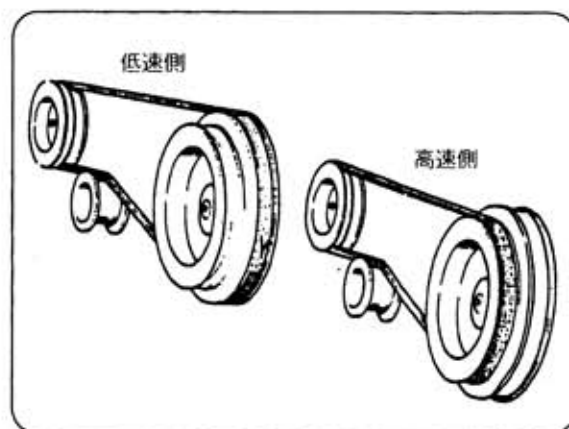

図16
3) 変速のしかた (図16)
- ① ベルトの掛替えによって前進2段の速度が得られます。